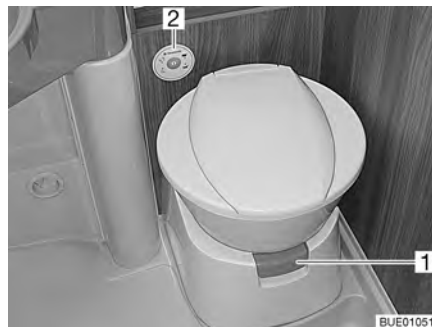
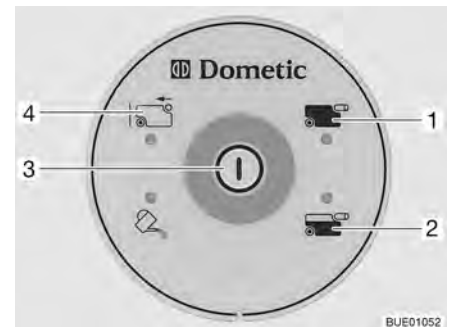

Bild 243 Toalettskål med kontrollenhet
Bild 244 Kontrollenhet toalett
Före användning av toaletten ska lite vatten hällas i toalettskålen. Tryck på spolknappen (Bild 244,3) på kontrollenheten (Bild 243,2).
- Öppna spjället på toaletten före spolning. Dra ut spjällspaken (Bild 243,1).
- För att spola, tryck på spolknappen (Bild 244,3).
Kontrolllampan (Bild 244,2) tänds när latrintanken är fylld till 3/4.
Kontrolllampan (Bild 244,1) lyser när latrintanken måste tömmas.
- Tryck in spjällspaken (Bild 243,1). Spjället stängs. För att kunna tömma toaletten **måste** spjället vara stängt på toaletten.
- Tippa latrintanken lätt och ta därefter ut den helt. På kontrollenheten lyser indikeringen "Ta ur latrintanken" (Bild 244,4).